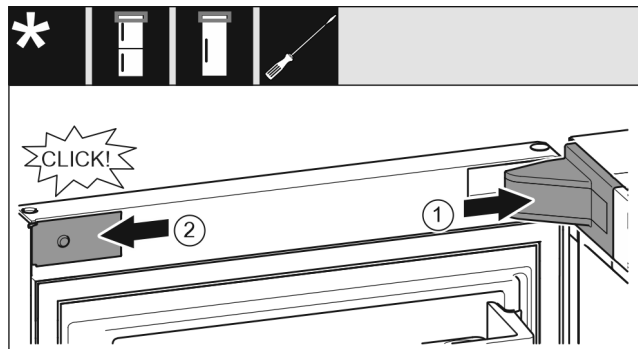

Fig. 22
- ▶ Założyć osłonę płytki zawiasu Fig. 22 (1) i zażebić, ew. ostrożnie odsunąć.
- ▶ Założyć zaślepkę Fig. 22 (2) z boku i zażebić.